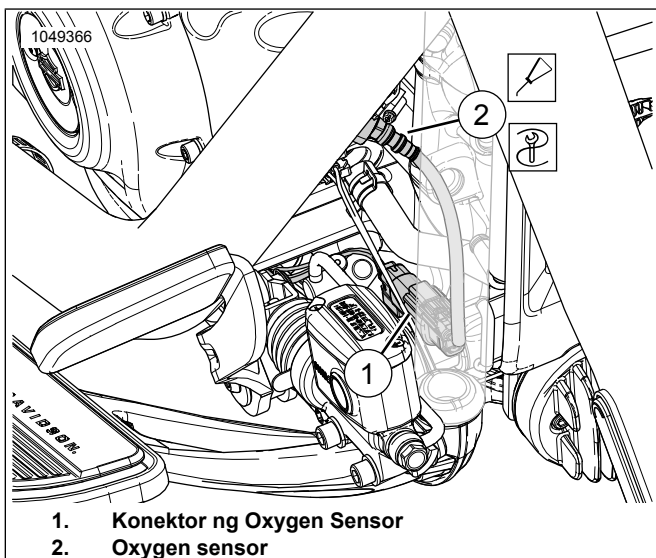

Figure 21. Front Oxygen Sensor
Tingnan ang Figure 21 . Idiskonekta ang pangkonekta ng oxygen sensor (1) mula sa pangunahing harness.